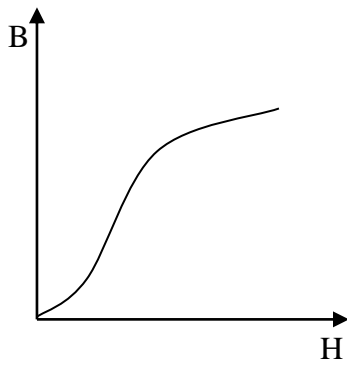
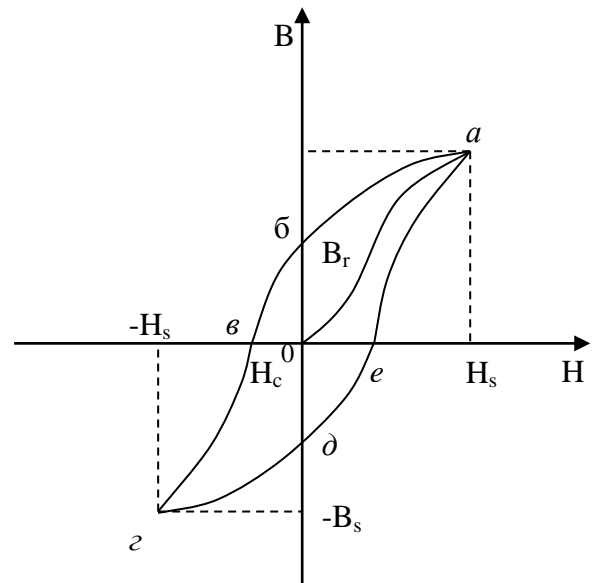
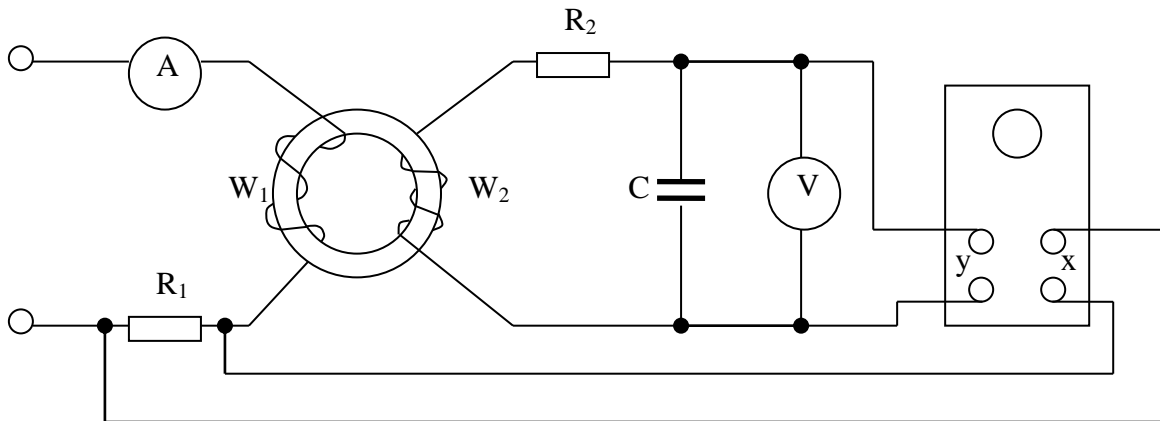

Рис. 11.1
Рис. 11.2
Рис. 11.3
Свойства ферромагнитных материалов удобно представлять графически в виде фундаментальной кривой намагничивания (рис. 11.1) и петли гистерезиса (рис. 11.2). Есть несколько способов получить эту схему. В лабораторных работах используется метод электромагнитных колебаний (рис. 11.3).
1. Соберите схему (см. рис. 11.3) и подготовьте осциллограф к использованию.